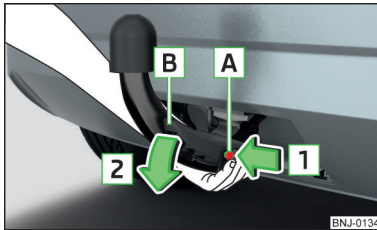

Fig. 252
- › Prindeți tija cuplei din partea de jos » fig. 252.